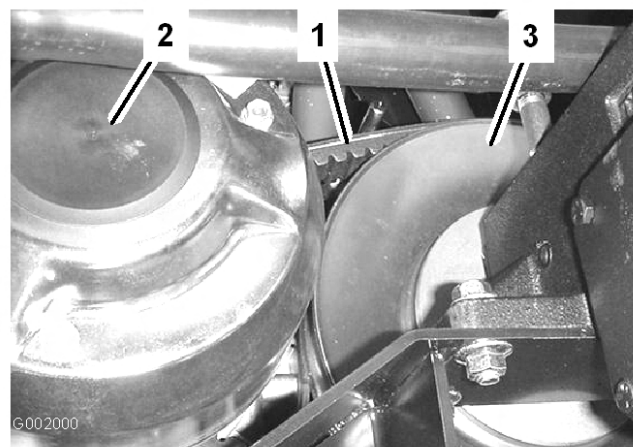

図 62
1. 二次クラッチを回しながら二次クラッチ部分でベルトを外す（図 62）。